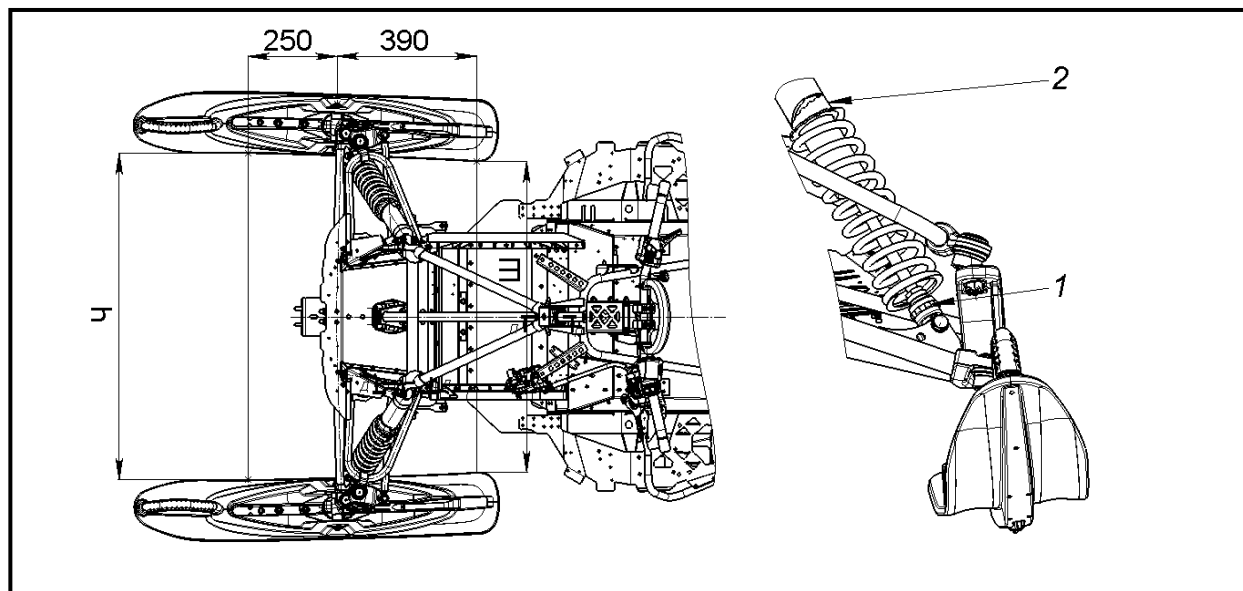

Рисунок 25 – Регулировка схождения лыж
Настройка жесткости амортизатора проводится путем вращения регулировочного барашка поз. 1 (рис. 25) на штоке амортизатора.
- вращением рулевых тяг добейтесь, чтобы при положении лыж "прямо–вперед" расстояние Ч (рисунок 25) между передними концами лыж было больше на 10 мм, чем расстояние Ш между задними концами лыж (Ч-Ш=10 мм);